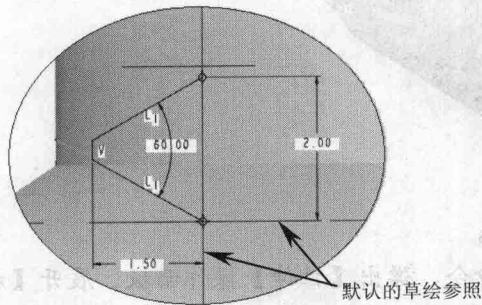
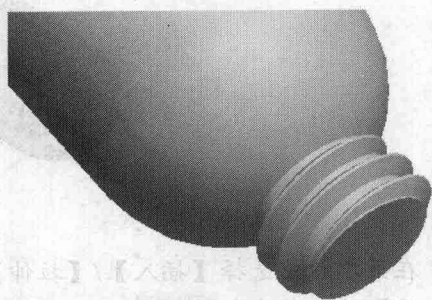

图1-7
图1-8
- (2) 在窗口下方输入螺距为“2.5”，系统自动进入扫描截面的草绘环境，绘制如图 1-7 所示的梯形，单击 ☒ 按钮退出草绘环境，然后单击 **确定** 按钮创建螺纹，如图 1-8 所示。